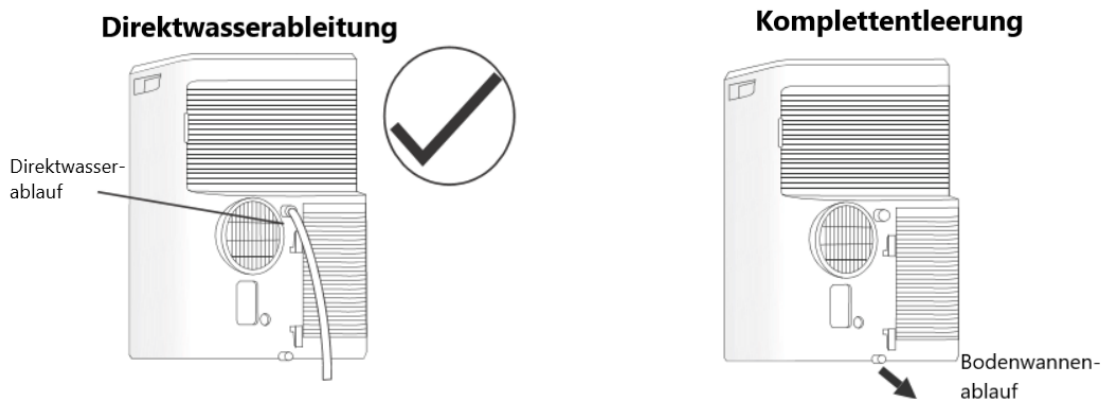

Fig. 2 Évacuation de l'eau
- Montez d'abord l'adaptateur de raccordement de l'appareil et l'adaptateur de garniture de fenêtre sur le tuyau d'évacuation d'air (Fig. 2).